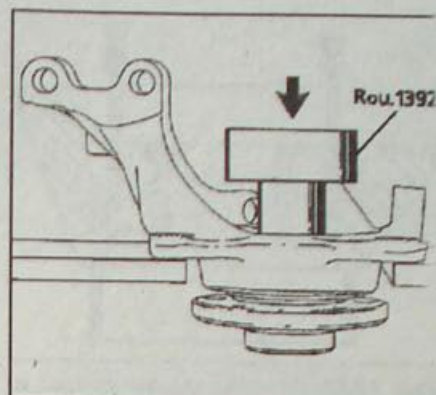

Рис. 10.18. Использование приспособления Rou. 1392 для выпрессовки ступицы из поворотного кулака
- Приспособлением Rou. 1392 и пресом выпрессуйте ступицу из поворотного кулака (рис. 10.18).